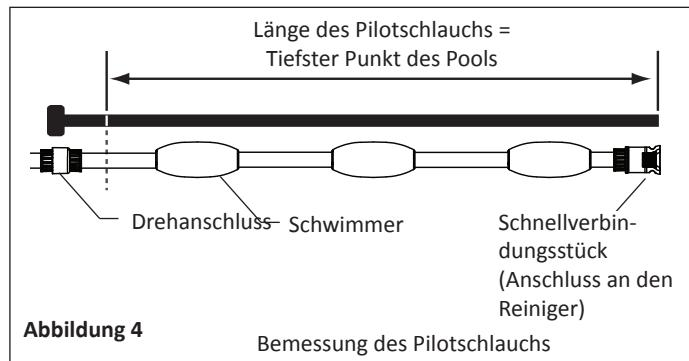

Abbildung 4
2. Beträgt die Tiefe des Pools weniger als 3 m, entfernen Sie den weichen, hellgrauen mit Abschnitt 1 gekennzeichneten Pilotschlauch vom Backup-Ventil. Kürzen Sie den Pilotschlauch so, dass die Länge inklusive Backup-Ventil dem tiefsten Teil des Pools entspricht. Siehe **Abbildung 4**.